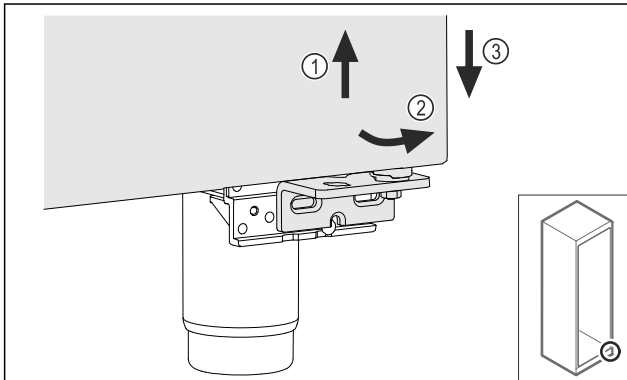

Fig. 26
- Tür leicht anheben Fig. 26 (1), unten nach vorne kippen Fig. 26 (2) und absenken Fig. 26 (3).